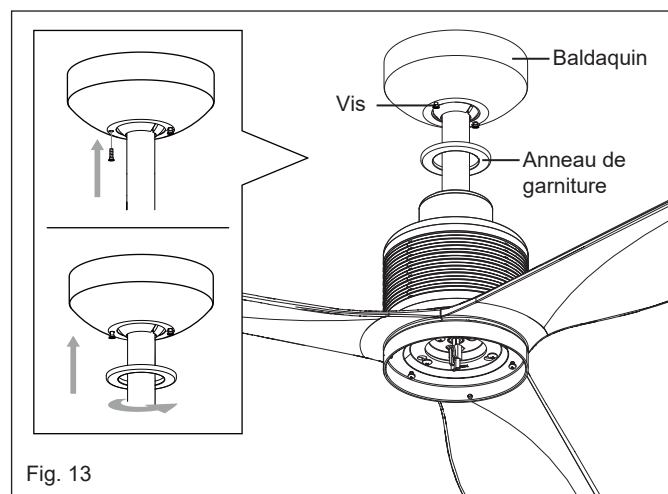

Fig. 13
- 3 Faites glisser la verrière jusqu'au support de suspension et placez le trou de serrure sur la vis du support de montage, tournez la verrière jusqu'à ce qu'elle se verrouille en place dans la section étroite des trous de serrure. Alignez le trou circulaire sur la verrière avec le trou restant sur le support de montage, fixez-le en serrant les deux vis de réglage. Alignez l'extrémité intérieure la plus grande du trou de serrure de la bague de garniture sur la vis de la verrière et faites-la glisser dans le sens contraire des aiguilles d'une montre pour serrer la bague de garniture. (Fig. 13)